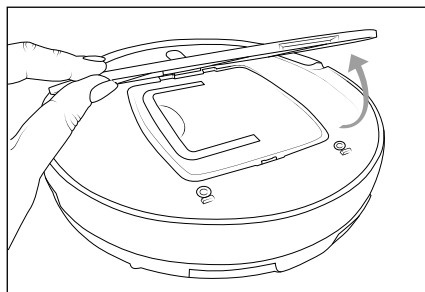

Fig. 5
- 1) Fjern afdækningen **18** til støvbeholderen **12**, og tag den ud af produktet ved at holde på håndtaget (se fig. 5 og 6).